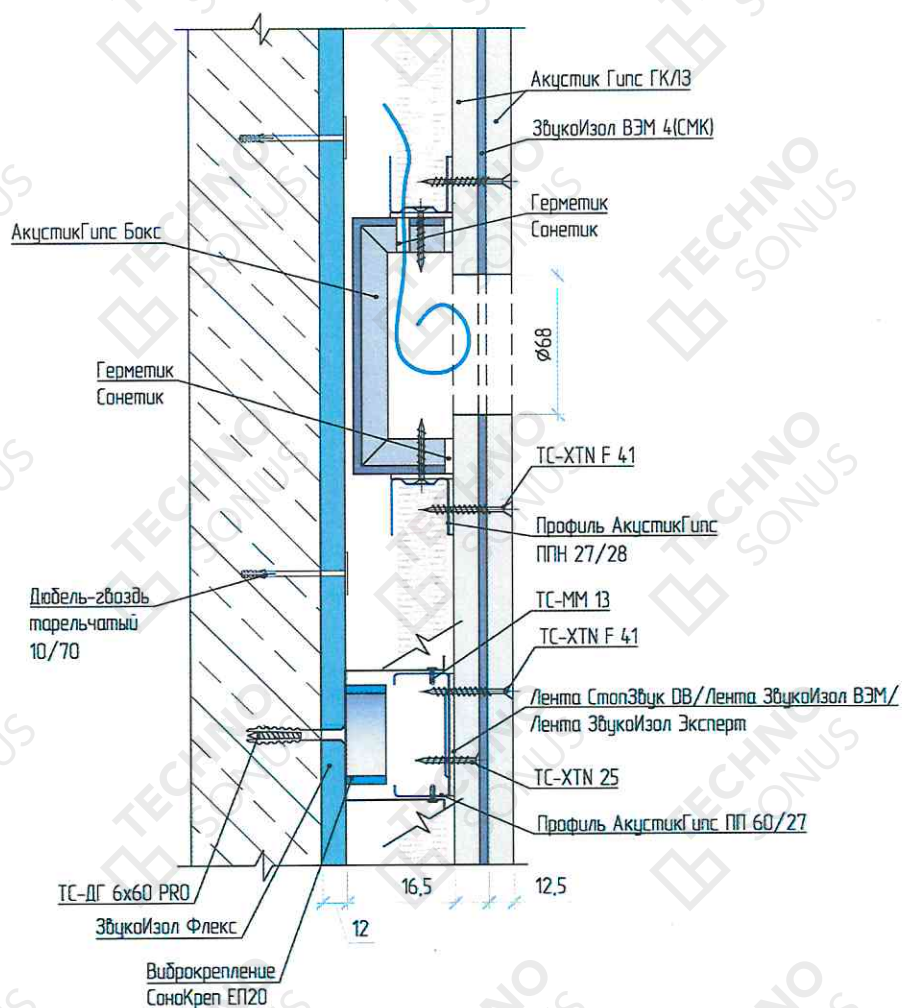

Рисунок 9 – Устройство звукоизоляции розеток в каркасной облицовке «Премиум М».
6.10. Выполнить установку звукоизоляционных подрозетников АкустикГипс Бокс (если предусмотрена проектом именно эта модель) при помощи устройства перемычек-закладных из профиля направляющего АкустикГипс Профиль ППН 28x27 (рисунок 9). Перед установкой АкустикГипс Бокс, в коробе необходимо просверлить отверстие диаметром больше сечения провода на 5 мм. Через него заводим провод и фиксируем к закладным на саморезы ТС-ММ 4,2x13. Важно установить АкустикГипс Бокс в одну плоскость с каркасом. После установки заполняем отверстие вокруг провода виброакустическим герметиком Сонетик.